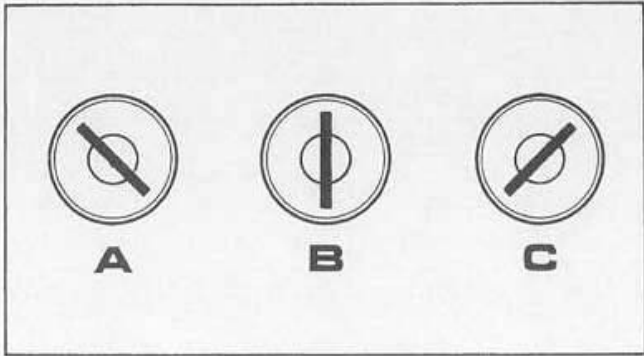

Fig. 133
**Interruttore a chiave**, che nel motociclo 860 GT era sistemato sotto il serbatoio a sinistra. L'interruttore ha tre posizioni: « Luci di Parcheggio », « Arresto », « Marcia » (vedi fig. 133).